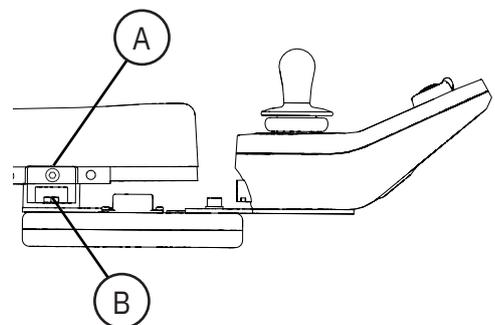

Abb. 5.2. ParaLoc.
Die Bedieneinheiten können auf zwei Arten befestigt werden: mit einem Bedienarm oder mittels ParaLoc ( Option). Der Bedienarm verfügt über zwei Gelenke, die es ermöglichen, die Bedieneinheit an der Armlehne nach innen und außen zu schwenken. Die Gelenke können entweder in einer festen Position arretiert werden oder mit einstellbarem Widerstand beweglich sein. Mit ParaLoc bleibt die Bedieneinheit auch dann stets nach vorn gerichtet, wenn der Bedienarm nach außen oder innen geschwenkt wird. ParaLoc hat eine Verriegelungsposition, die normalerweise von der Armlehne aus gerade nach vorne gerichtet ist. Die Verriegelungsposition kann auch durch Verstellen des Magnetarms angepasst werden, siehe Abb. 5.2. Beide Befestigungsarten sind zudem in der Tiefe verstellbar und können wahlweise rechts oder links montiert werden.
Beim ParaLoc können sowohl die Tiefe (A) als auch die Verriegelungsposition des Magnetarms (B) angepasst werden, siehe Abb. 5.2.